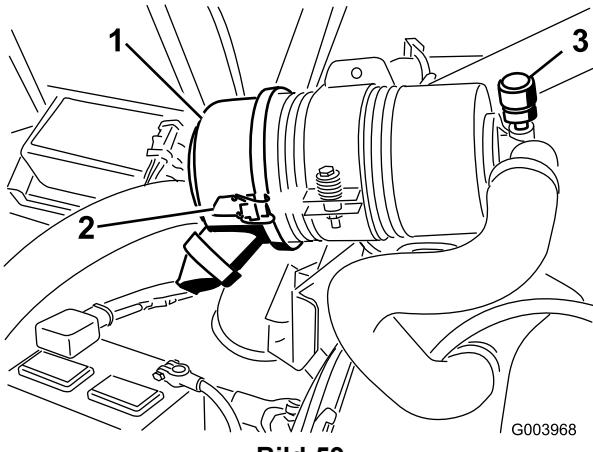

Bild 59
Warten Sie den Luftfilter nur, wenn die Wartungsanzeige dies angibt (Bild 59). Das frühzeitige Auswechseln des Luftfilters erhöht nur die Gefahr, dass Schmutz in den Motor gelangt, wenn Sie den Filter entfernen.
1. Lösen Sie die Laschen, mit denen die Abdeckung am Luftfilterkörper befestigt ist (Bild 59).